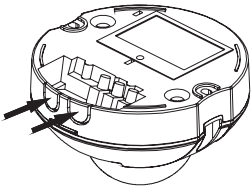

FIG. 4
- Per eventuale installazione con canaline si devono rompere le due predisposizioni dei fori per consentire il passaggio senza intralci del cavo della lampada e quello dell'alimentazione (FIG. 4).